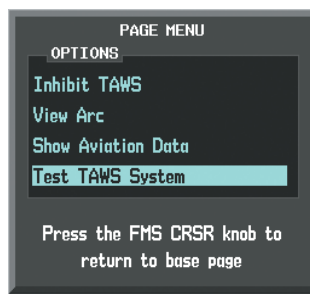

Figure 6-92 TAWS-B Page Menu
- 2) Press the **MENU** Key (Figure 6-92).